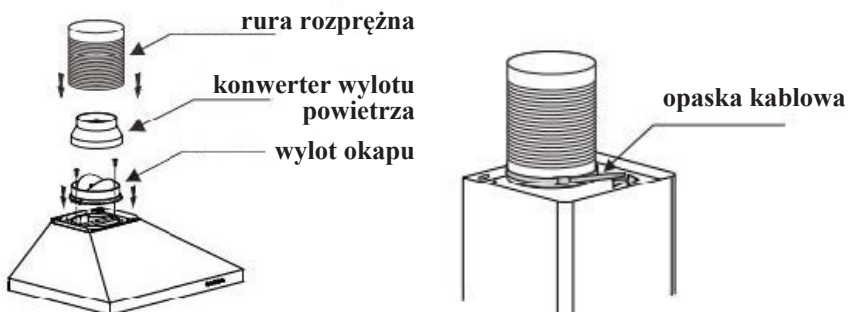

Rys. 2
3. Wywierć 9 otworów w odpowiednim miejscu po ustaleniu wysokości instalacji, a następnie włóż kołki rozporowe do otworów. Użyj 5 sztuk śrub ST4 * 40 mm, aby przymocować hak i wewnętrzny wspornik komina do ściany. Upewnij się, że korpus okapu kuchennego pozostaje wypoziomowany, a pozycja wspornika komina wewnętrzznego jest najwyższą pozycją komina wewnętrznego, patrz rys. 2